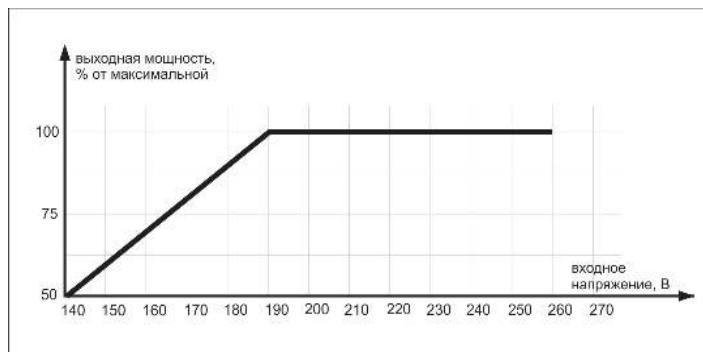

Рис. 2. График зависимости выходной мощности стабилизатора от входного напряжения.
* Расчёт мощности произведен для работы стабилизатора при входном напряжении более 190 В. Если напряжение ниже 190 В, необходимо учитывать поправку согласно рис.2.